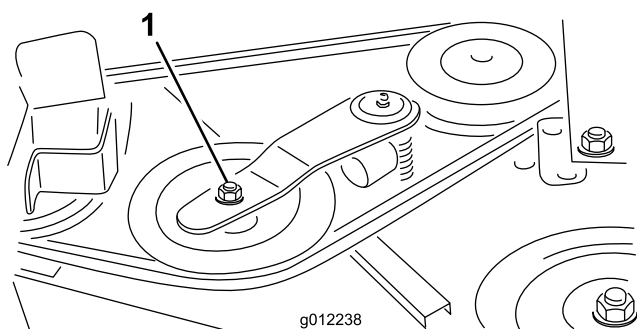
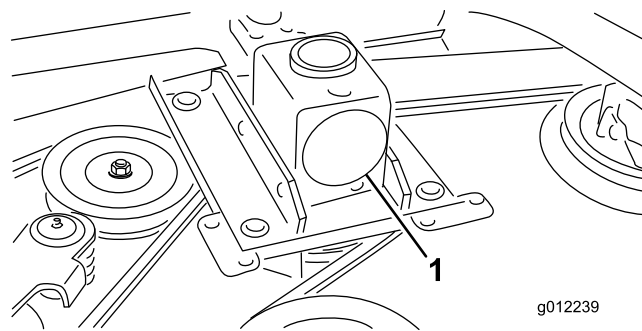

Figura 35
Figura 36
2. Con una chiave dinamometrica o uno strumento simile, allontanate la puleggia tendicinghia (Figura 35) dalla cinghia di trasmissione per allentare la tensione della cinghia e staccarla dalla puleggia degli ingranaggi (Figura 36).